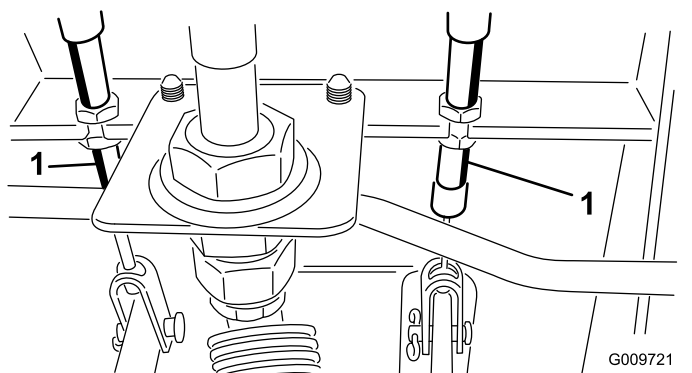

Figure 80
- A. Desserrez l'écrou avant sur l'extrémité fileté du câble de frein (Figure 80).